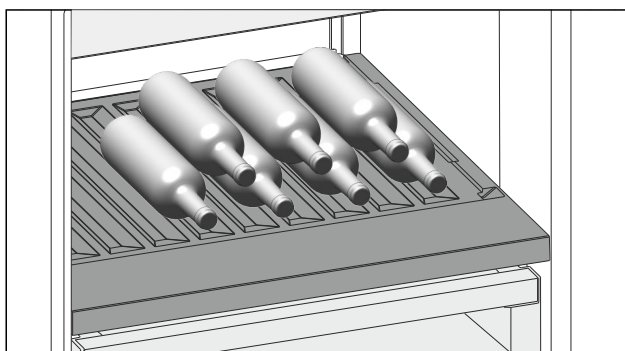

Fig. 106 Beispielhafte Darstellung
- ▶ Flaschen mit dem Boden nach hinten zur Rückwand einlegen. (siehe Fig. 106)